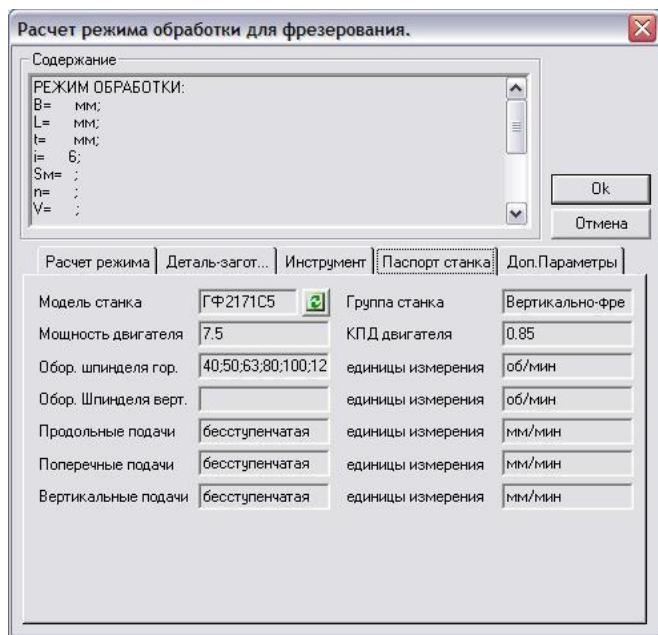

Рисунок 21. Диалог объекта «Расчет режима обработки для фрезерования». Вкладка «Паспорт станка».
8. Загрузится окно «Расчет режима обработки для фрезерования», перейдите на вкладку «Паспорт станка», (см. рис. 21).
9. Нажмите кнопку  «Прочитать параметры оборудования, выбранного на операцию» загрузится параметры оборудования (см. рис. 21).
- Строка **Диаметр детали (D)** - значение **112**;